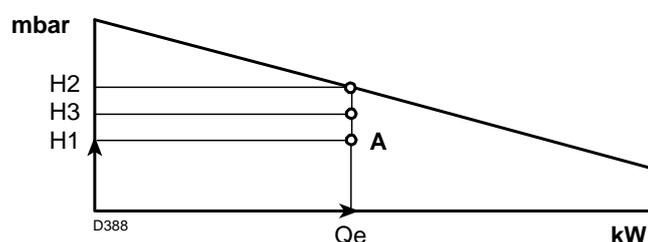

Fig. 37
punto A che deve rimanere entro il campo di lavoro (Fig. 37).
- 4 - Tracciare una verticale dal punto A, Fig. 37, e trovare la massima pressione H2 del campo di lavoro.
Se H3 è maggiore di H1, come in Fig. 37, il bruciatore può erogare la portata richiesta.